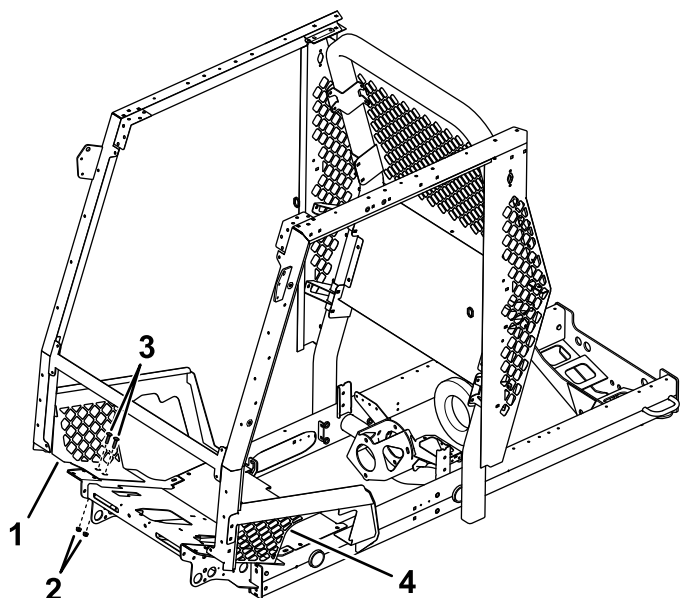

Рисунок 3
5. Используйте каретные винты (3/8 x 7/8 дюйма) и фланцевые гайки (3/8 дюйма), а также болты, поставляемые с тяговым блоком и в комплекте удлинения конструкции ROPS с двумя стойками, для установки нижней левой панели и нижней правой панели (Рисунок 3).
6. Используйте по 2 каретных винта ($\frac{1}{4} \times \frac{3}{4}$ дюйма) и 2 фланцевые гайки ($\frac{1}{4}$ дюйма) на каждой стороне, чтобы закрепить нижние части нижней левой и нижней правой панелей (Рисунок 3).